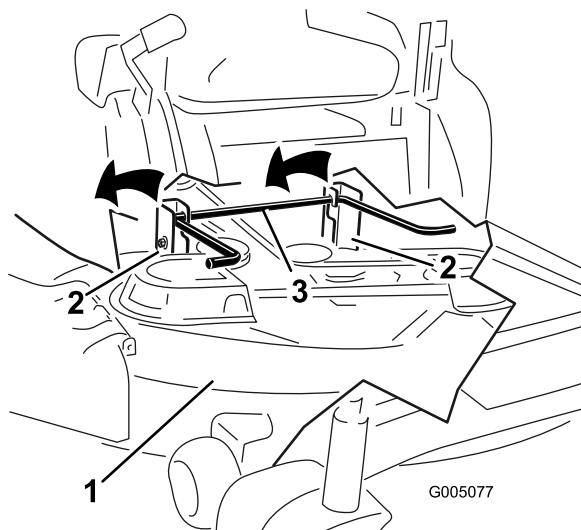

Figure 66
7. Soulevez et enlevez le plateau de coupe et les supports de la tige de levage arrière et abaissez la tondeuse au sol avec précaution (Figure 66).
- Soulevez l'arrière du plateau de coupe et guidez les supports sur la tige de levage arrière (Figure 66).